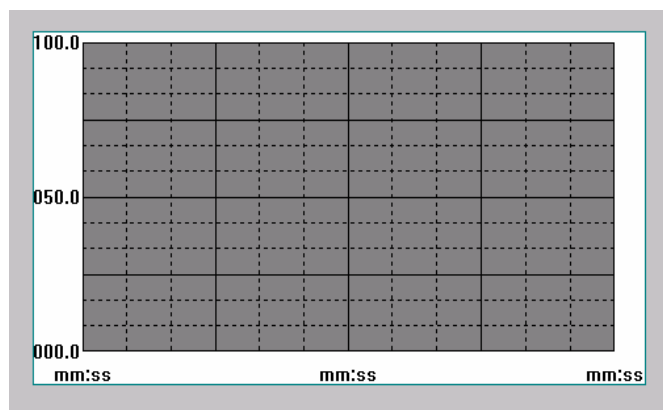

图 6-1
- 3、选择工具箱中的  工具，在画面上绘制一实时趋势曲线窗口，如图 6-1 所示：